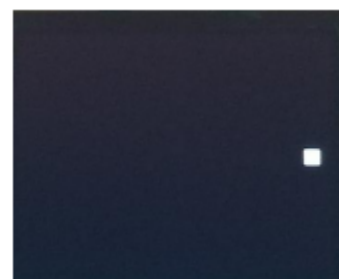

fig 1-1
1. Wenn der Handtuchwärmer mit Strom versorgt wird, erscheint ein kleines Quadrat auf dem LCD-Bildschirm ( fig . 1-1).